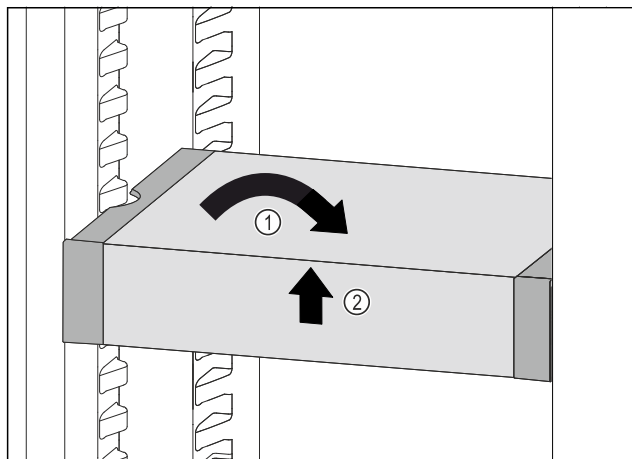

Fig. 88
- ▶ 将 VarioSafe 放平。 Fig. 88 (1)
- ▶ 抬起 VarioSafe 前部。 Fig. 88 (2)